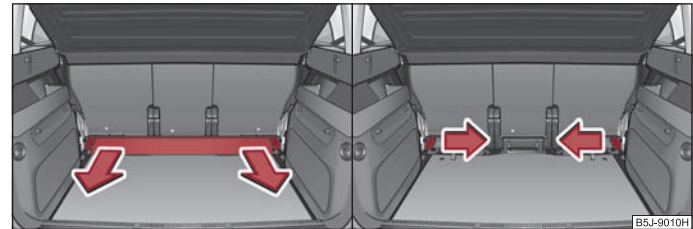

Abb. 64 Kofferraum: Quertragschiene herausnehmen / Befestigungskeile herausnehmen
- Fassen Sie die Quertragschiene ⇒ Abb. 64 und nehmen Sie diese durch Ziehen in Pfeilrichtung heraus.
- Fassen Sie den Befestigungskeil ⇒ Abb. 64 rechts und nehmen Sie diesen durch Ziehen in Pfeilrichtung heraus. Zum Ausbauen des Befestigungskeils auf der anderen Seite des Gepäckraums gehen Sie auf gleiche Weise vor.